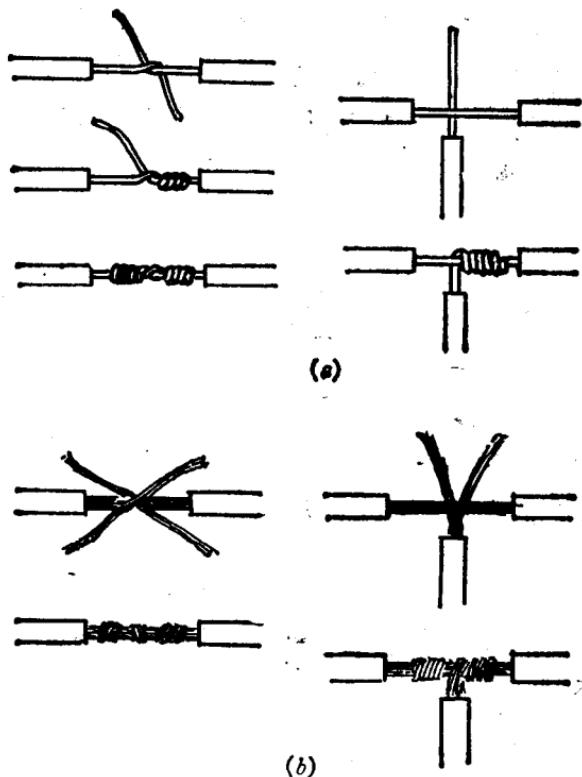

图 2
3. 正确连接电线的接头。首先应尽量减少接头，因为接头处有“接头电阻”，而且随着接头导线的老化和松动，电阻要增大。电阻一增大，该处温度必然上升，温度一升高，又进一步增大电阻。这样，就有可能在接头处发生火灾事故。接头越多，这种危险就越大。其次，要正确接好接头。接好接头的标准，就是要牢固和尽可能减少电阻。在接头时，应先把导线头上的绝缘物剥去3—6厘米，若露出的金属表面发暗，可用刀将其表面刮干净。导线连接时不能乱绕，单股导线和多股导线连接方法应按图2所示的样子绕结。连接好后，在外面用黑胶布紧紧缠好。要特别注意，不